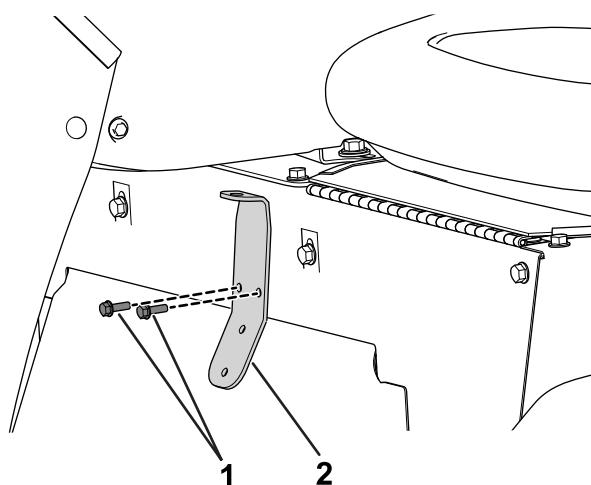

图 28
2. 使用 2 个有槽六角螺丝 1/4-20 x 1/2 英寸将阀门安装架固定到座椅底座上 图 28。